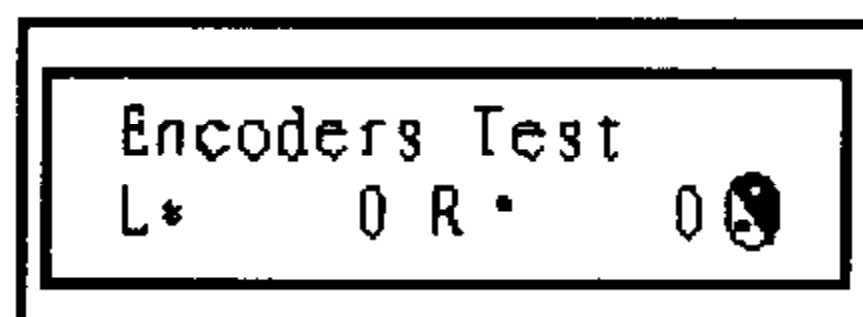

图 1.47 Encoders Test 示意图
1. 按一下“复位”键，机器人的 LCD 显示屏出现“Encoders Test”提示如图 1.47 所示。